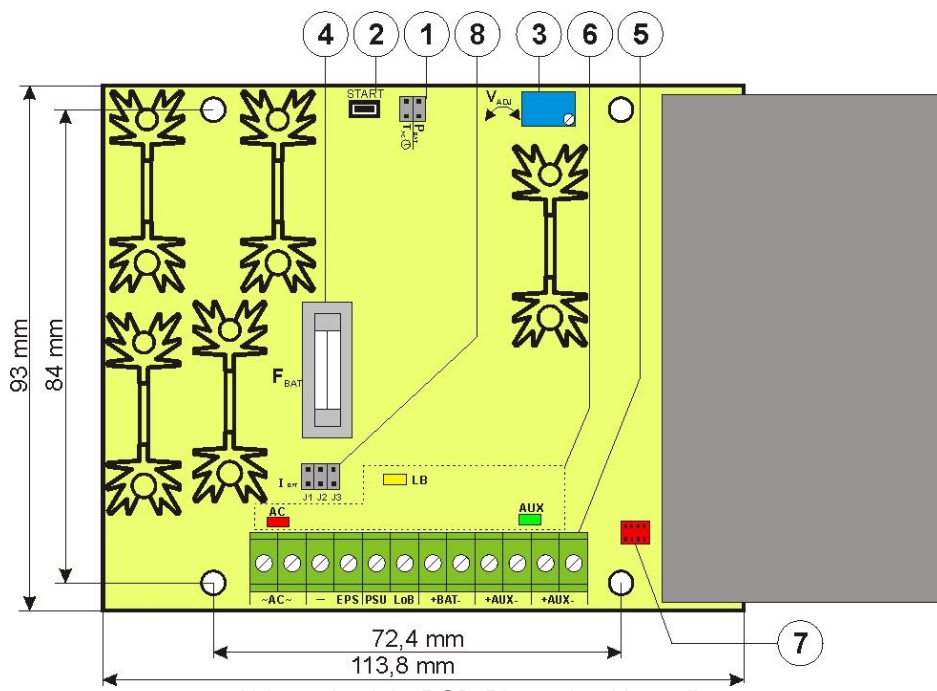

Abb. 2. Ansicht PCB-Platte des Netzteils.
1.3 Beschreibung der Elemente und Verbindungen des Netzteils (Tab. 1, Abb. 2).
Tabelle 1. Elemente der PCB-Platte des Netzteils (siehe Abb. 2)
①	Trenntransformator
②	Platte des Netzteils (siehe Tab. 1, Abb. 2)
③	TAMPER ; Mikroschalter (Kontakt) des Antisabotageschutzes (NC)
④	F_{MAINS} Sicherung im Schaltkreis der Versorgung 230V, T3,15A / 250V
⑤	L-N-Klemme der Versorgung 230V AC,  PE-Schutzleiterklemme
⑥	Steckverbinder des Akkus; positiv: +BAT = rot, negativ: - BAT = schwarz